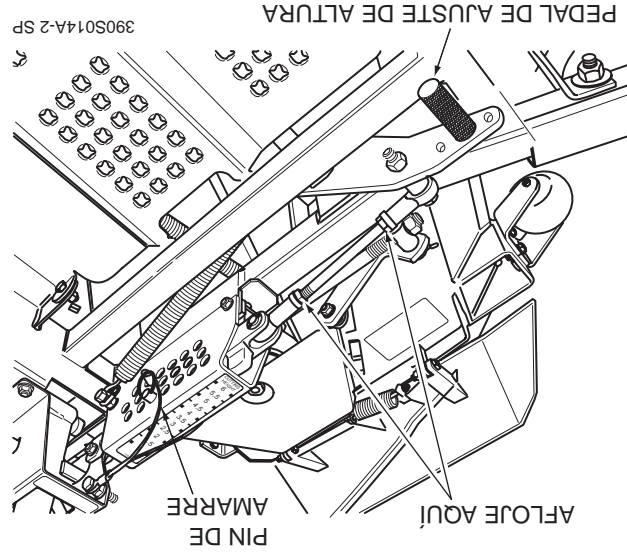
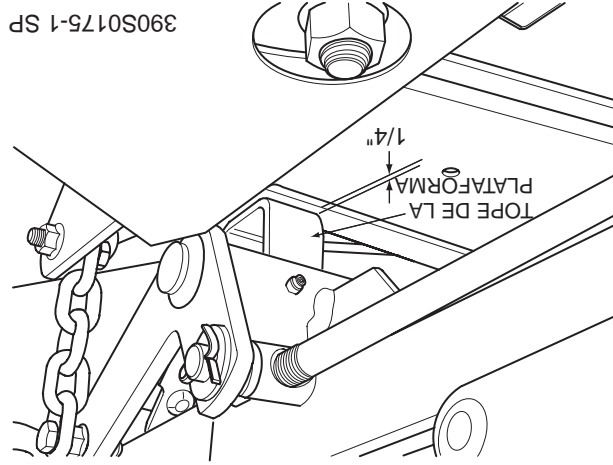

Figura 6-7 Ajuste de altura de la plataforma de corte
Figura 6-8 Tope de la plataforma de corte
extremos de la varilla de control de la altura de plataforma. (Vea la Figura 6.7)
2. Gire la varilla de control (Vea la Figura 6.7) hasta que haya un espacio de 1/4" entre el tope posterior de la plataforma y la parte superior de la plataforma de corte. (Vea la Figura 6.8). Apriete las contratuercas en la varilla de control.
4. Verifique la medida desde el suelo hasta la punta de la cuchilla de corte. Si la medida no se encuentra en 3", puede realizarse un ajuste utilizando la varilla de control de altura de la plataforma. (Vea la Figura 6.7)